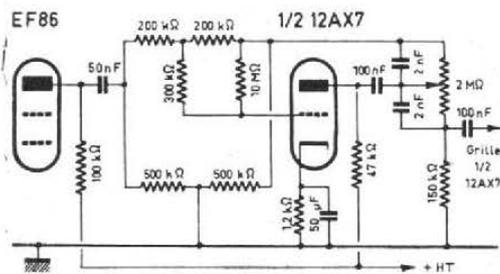

Fig. 5. — Circuit de base du réglage de niveau des sons graves.
b) Réglage de niveau des sons graves. — Le circuit actif est celui de la figure 5, combinant les effets d'une contre-réaction sélective et d'un diviseur de tension également sélectif, selon une méthode rappelant le préamplificateur du « QUAD Acoustical » ou du « Grand Amateur » de M. Loyez.